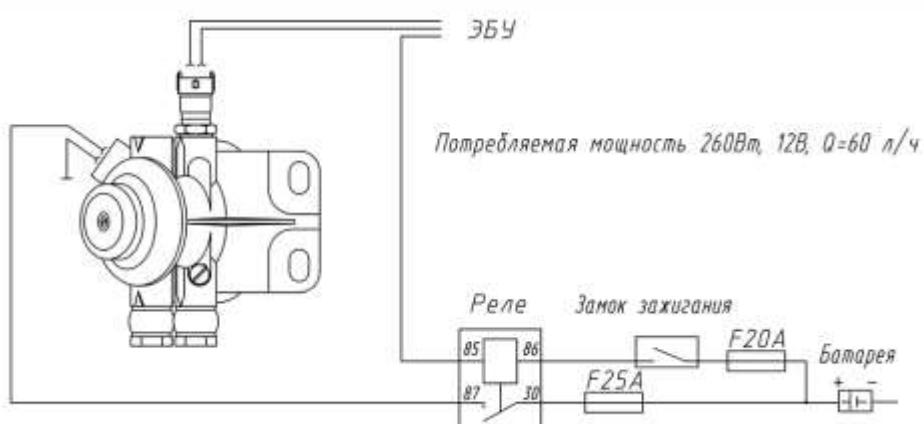

Рис. 63. Фильтр тонкой очистки топлива:
**Фильтр тонкой очистки топлива** (ФТОТ) (рис. 63) имеет важное значение для нормальной и безаварийной работы ТНВД и форсунок. Поскольку плунжер, втулка, нагнетательный клапан и элементы форсунок являются деталями прецизионными, топливный фильтр должен задерживать мельчайшие абразивные частицы размером 3...5 мкм. Важной функцией фильтра является также задержание и отделение воды, содержащейся в топливе.